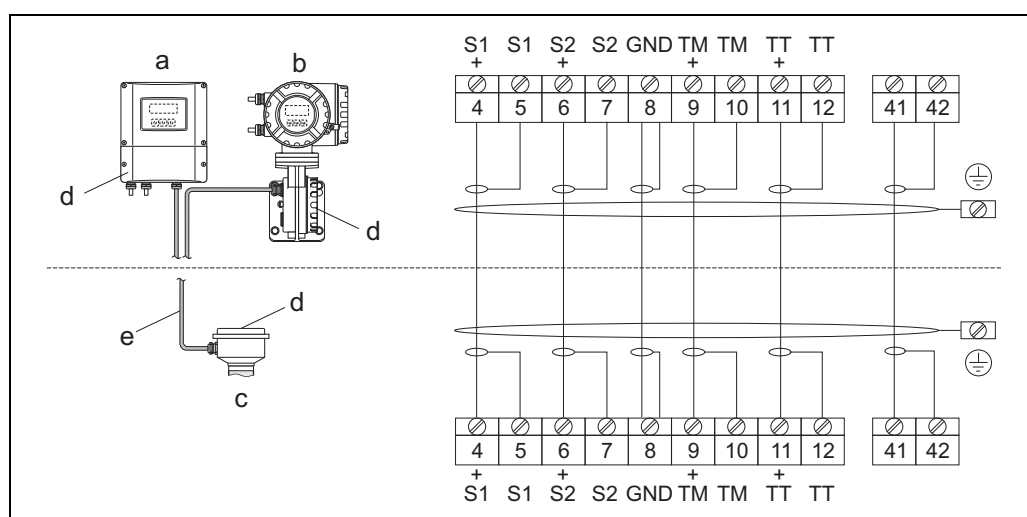

図 21： 分離型の配線
3. センサと変換器を配線図に従って接続してください（→図21またはカバー内配線図を参照）。